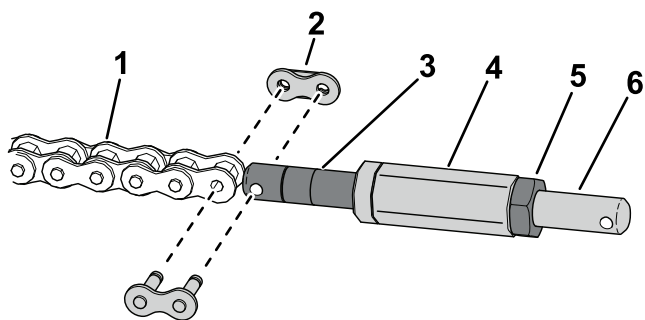

Figura 13
5. Utilice un eslabón de la cadena para instalar la cadena al tensor (Figura 13).
6. Instale el eje hexagonal al tensor de la cadena (Figura 13).
7. Utilice una tuerca para instalar el tensor de eslabón de la cadena en el eje hexagonal (Figura 13).